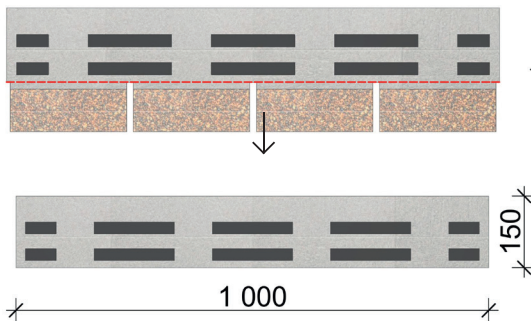

Рис. 7 Изготовление стартовой полосы.
8.4.6 Последующие ряды фасадной плитки необходимо монтировать с заходом на планки наличника. Ряд, заходящий на верхнюю планку наличника, следует монтировать на стартовую полосу, изготавливаемую из фасадной плитки путём отрезания лепестков (рис. 7).